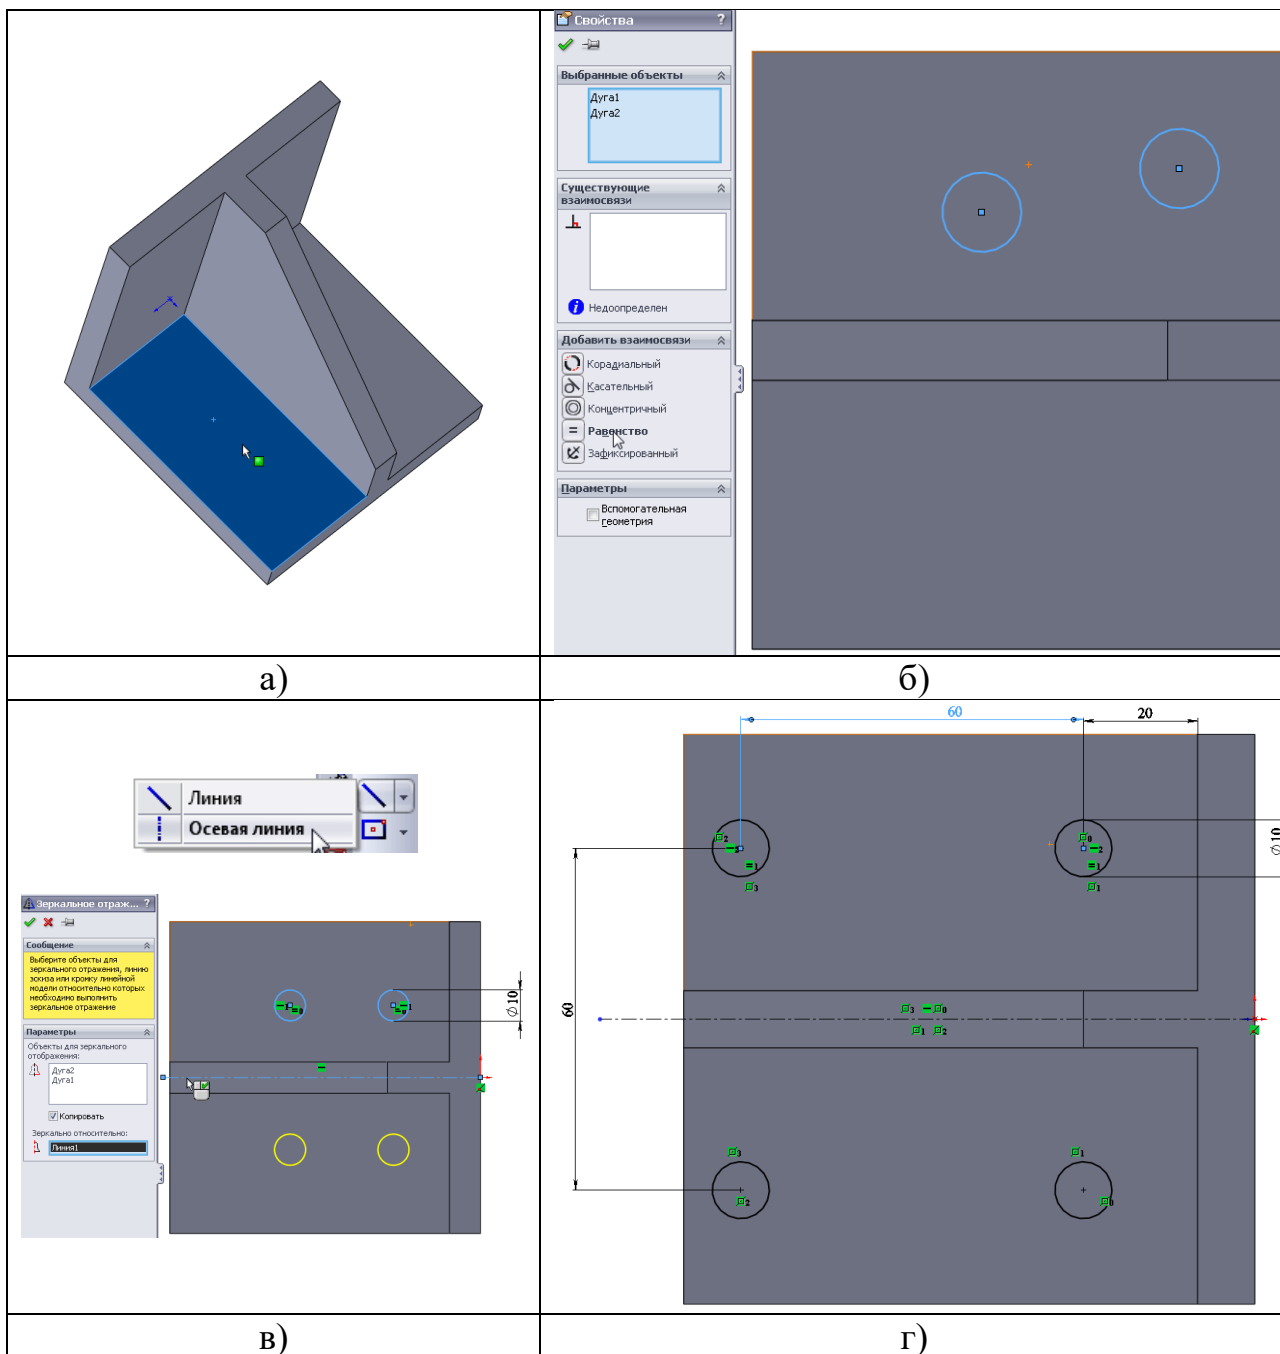

Рисунок 14 – Построение эскиза отверстий
3. «Сверлим» отверстия. Выбираем плоскость построения – грань уже существующего уголка. При наведении курсора на грань его вид меняется:  □ (рисунок 14, а). Для того чтобы выделить грань, в этот момент необходимо щелкнуть по ней мышью. Выделенная грань изменяет свой цвет.
Теперь зададим условие, что отверстия размещены симметрично. Для этого предварительно проведем осевую линию по центру уголка. Выберем команду «Осевая линия» (верхняя часть рисунка 14, в) и проведем ее строго горизонтально от точки начала координат (рисунок 14, г). Теперь нажмем на
Проставим размеры между центрами отверстий по горизонтали и вертикали, а также между центрами и передней стенкой (рисунок 14, г). Расстояние от передней стенки до центра отверстия задаем произвольно, из условия удобства завинчивания болта.